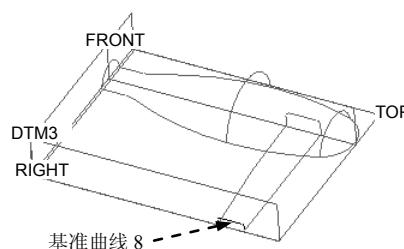

图 6.7.27 创建基准曲线 8
Step16. 创建图 6.7.27 所示的基准曲线 8。
- (1) 单击“草绘基准曲线”按钮 .
- (2) 定义草绘截面放置属性：设置 DTM3 基准平面为草绘平面；采用默认的草绘视图方向；RIGHT 基准平面为草绘平面的参照，方向为 ；单击 按钮。